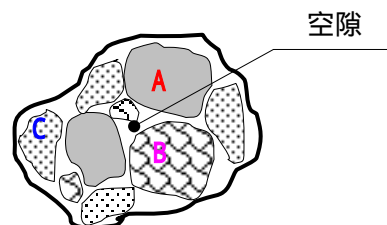
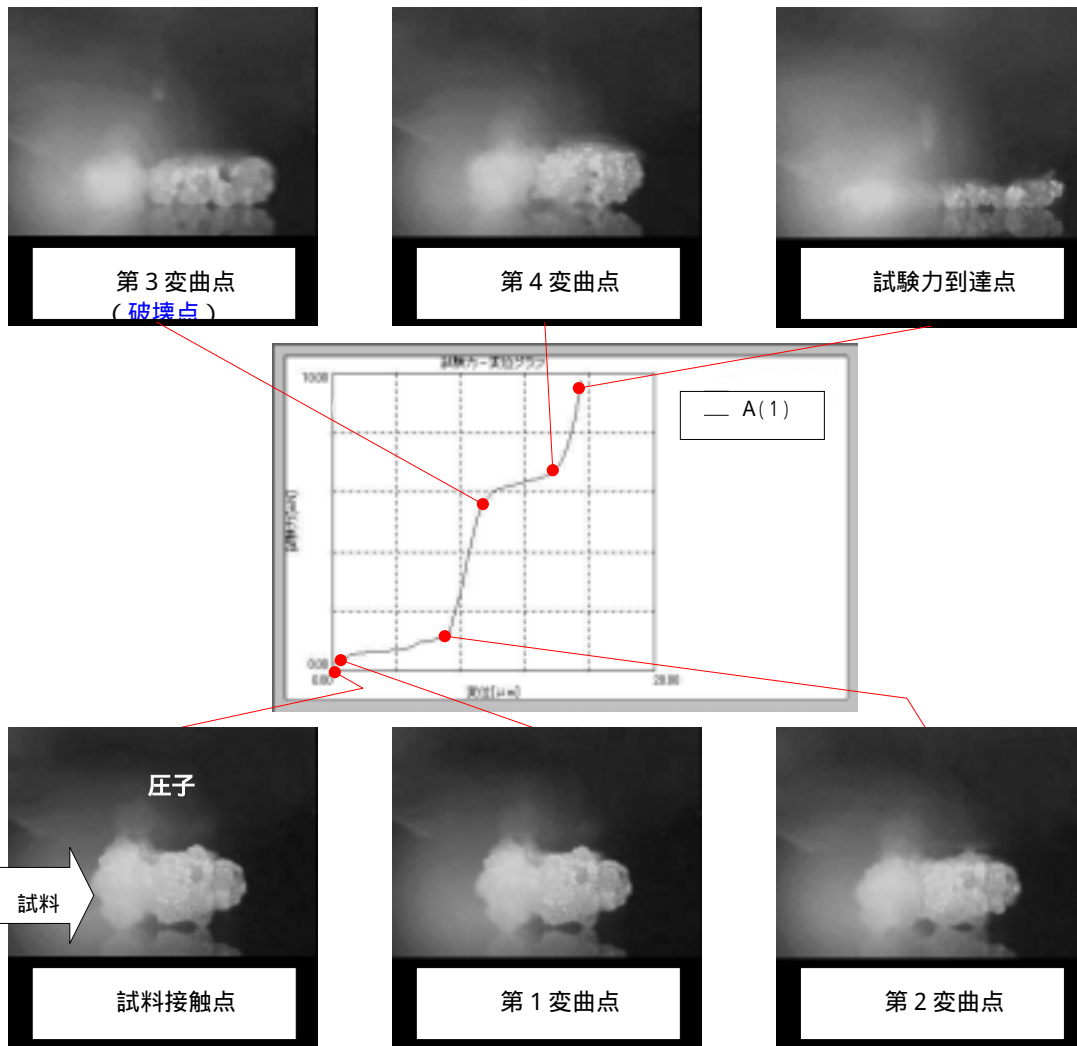

図1 凝集粒子模式図
図3 試験力 変位グラフと圧縮中画像
- 1) 試料名：凝集粒子（無機化合物造粒物）図1 参照
- 1) 試験力 9.8mN で圧縮試験した「試験力 変位グラフ」とサイド観察キットによって得られた「圧縮中画像」を図3に示します。
- 2) 1次粒子は図3の 第1変曲点で破壊するのが一般的ですが、今回の凝集粒子の場合、サイド観察画像により 第3変曲点での破壊が把握でき、この点を破壊点と決定できました。図3の ~ までは図1に示す1次粒子間の空隙が縮小していく領域を示します。凝集粒子の場合、破壊点を誤って判断することがあるため、サイド観察キットの利用が有効となります。